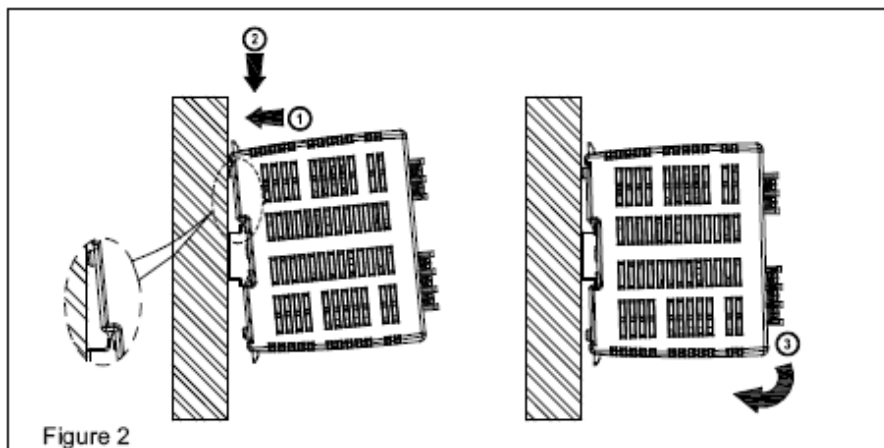

Figure 2
3. Монтаж (Рис. 2)
Установку на DIN рейку производят в следующем порядке (Рис. 2):